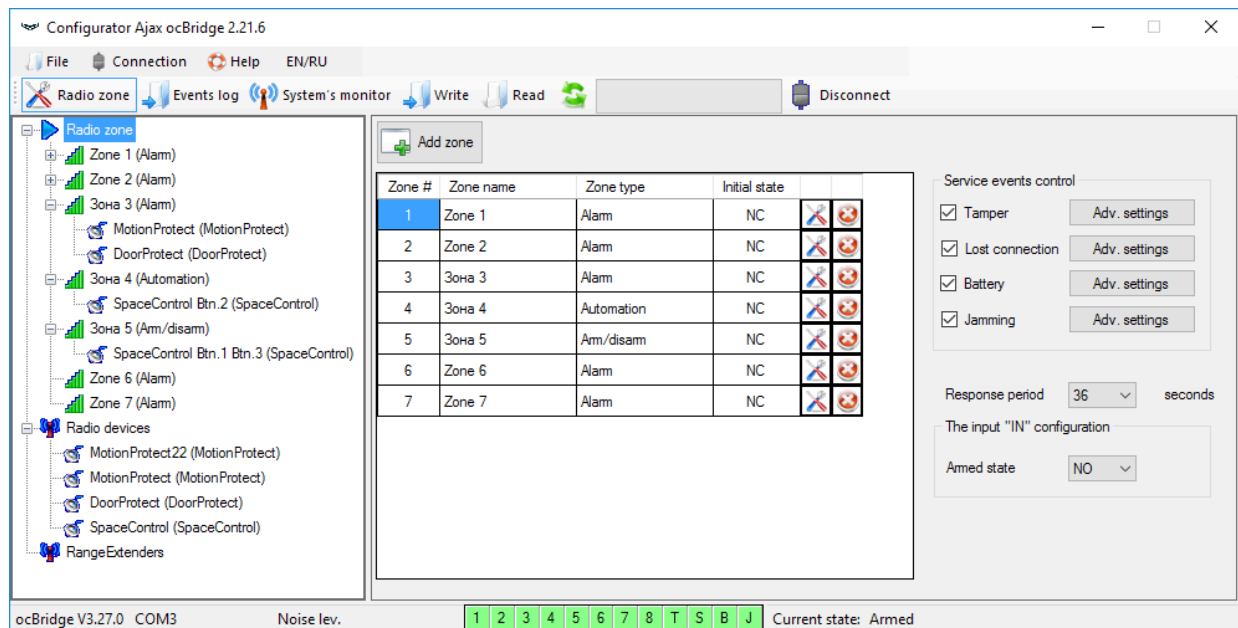

Abb. 11. Alle verbundene Melder
4. Auf der Seite **“Radio Zones” (Alle verbundene Melder)** (Abb. 11) können die erforderlichen Erfassungszonenbereiche erstellt, die dazugehörigen Sensoren und Geräte zugeordnet (siehe **Sensorhandhabung**) und die zusätzlichen Funktionsparameter für Sensoren, Geräte und Zonen festgelegt werden (**Anschluss an die Zentraleinheit**).